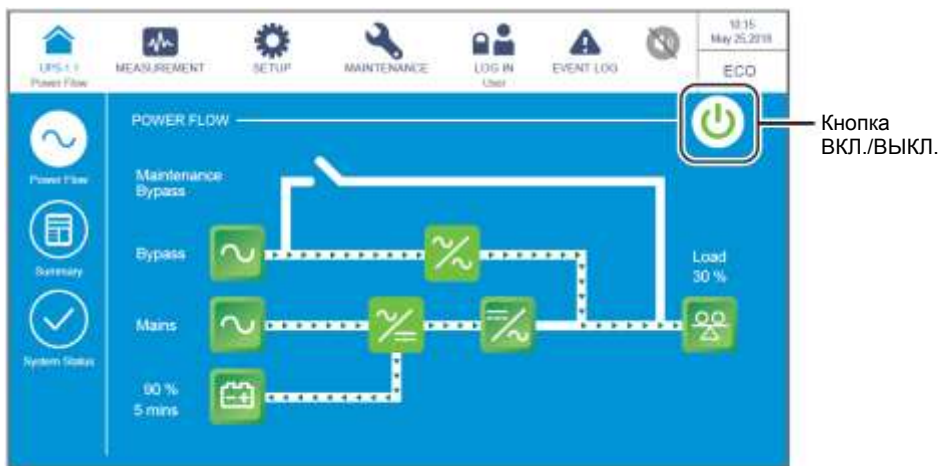

Рисунок 6-52: Экран ESO-режима и кнопка ВКЛ./ ВЫКЛ.
1) В ESO-режиме на ЖК-дисплее отображается следующий экран (**Рисунок 6-52**), а трехцветный светодиодный индикатор горит зеленым. Расположение трехцветного светодиодного индикатора см. на **Рисунке 2-11**.